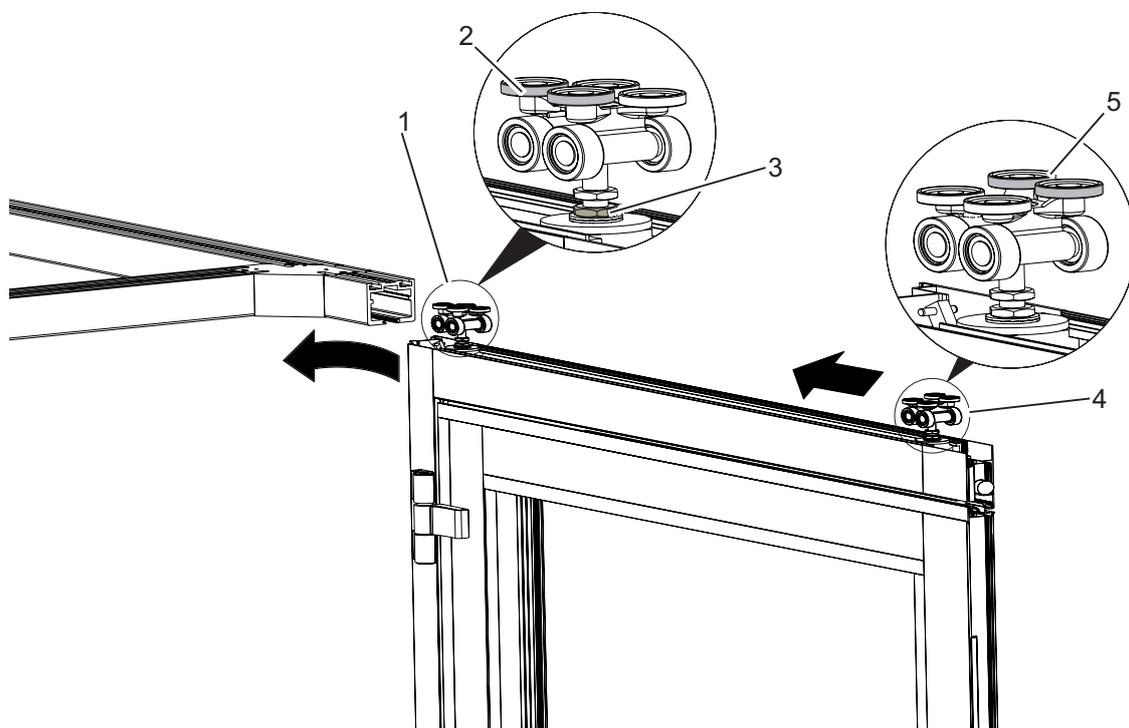
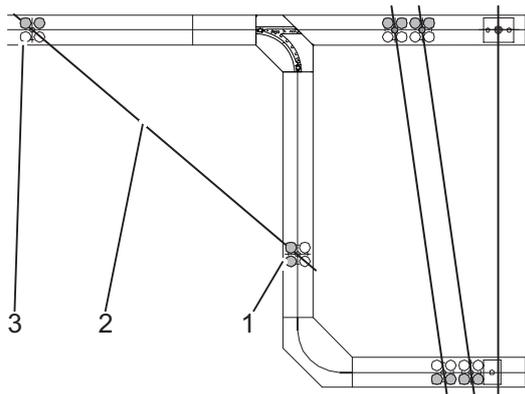

Fig. 19: Réglage du sens de déplacement des chariots de roulement
Fig. 20: Exemple de gare de rangement (vue de dessus)
Les galets de guidage hauts du chariot de roulement déterminent le sens de déplacement. Dans les exemples des Fig. 19 et Fig. 20, le chariot de roulement avant (Fig. 19/1 et Fig. 20/1) se déplace dans la dérivation. Les galets de guidage hauts du chariot de roulement (Fig. 19/2) se trouvent sur la face intérieure du rail.
Pour le chariot de roulement arrière (Fig. 19/4 et Fig. 20/3), les galets de guidage (Fig. 19/5) sont disposés à l'extérieur. Le chariot de roulement rentre tout droit dans la gare de rangement.
3. Accrocher les vantaux (Fig. 20/2) dans l'ordre prescrit (cf. plan d'installation livré séparément) avec le chariot de roulement dans les rails de roulement. Commencer avec le vantail qui sera rangé en premier dans la gare.